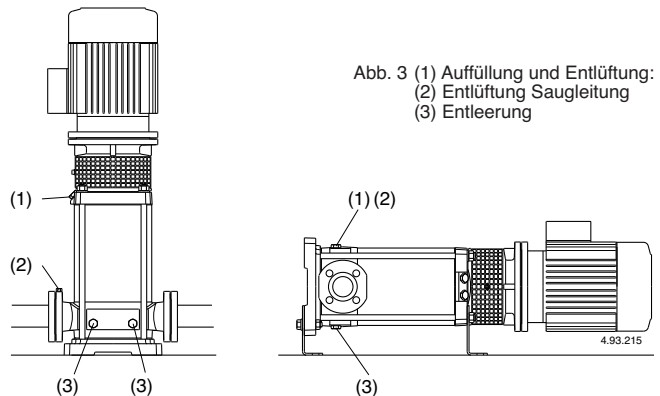

Abb. 3 (1) Auffüllung und Entlüftung;
Bei Installation der **Pumpe über dem Wasserspiegel** (Saugbetrieb, **Abb. 2A**) oder mit zur Öffnung des Rückschlagventils ungenügender Zulaufhöhe (weniger als 1 m) sind Saugleitung und Pumpe durch den Entlüftungsanschluß (1) zu füllen (**Abb. 3**)
(2) Entlüftung Saugleitung
(3) Entleerung
Bei senkrechter Installation ist während der Füllung die Verschlußschraube (2) abzunehmen, um die Saugseite zu entlüften. Nach Austritt der Flüssigkeit ist die Verschlußschraube (2) wieder einzusetzen. Die Füllung ist bis zum Flüssigkeitsaustritt aus Entlüftungsöffnung (1) auf dem oberen Deckel vorzunehmen. Pumpe vollständig entlüften, bevor die Verschlußschrauben (1) eingesetzt werden. Bei horizontaler Installation erfolgt die Füllung und die Entlüftung über die Öffnungen (1) auf dem Pumpengehäuse (14.00). Wenn der **Wasserspiegel auf der Saugseite oberhalb der Pumpe** ist (Zulaufbetrieb, **Abb. 2B**) Absperrschieber in der Zulaufleitung langsam und vollständig öffnen um die Pumpe zu füllen. Dabei Schieber in der Druckleitung und die Entlüftungsöffnungen (1) (2) (**Abb. 3**) öffnen, damit die Luft entweichen kann.
Entlüftungsöffnungen (1) (2) schließen (**Abb. 3**). Die Pumpe mit geschlossenem Druckleitungs-Absperrschieber und mit vollständig geöffnetem Zulauf- bzw. Saugleitungs-Absperrschieber starten. Sofort danach langsam den Druckleitungs-Schieber öffnen und den Betriebspunkt innerhalb der auf dem Typenschild angegebenen Grenzwerte einstellen.
Tritt ein Verlust der Wasserförderung (Unterbrechung des Förderflusses trotz offenen Absperrschiebers) bzw. eine vom Druckmaßgerät angezeigte Druckschwankung auf, ist die Entlüftung der Saugseite (2) zu wiederholen, sind die Anschlüsse der Saugleitung auf Dichtheit zu überprüfen und sind der Entlüftungs- (2) und die Entleerungs-Verschlußschrauben (3) auf der Saugseite anzuziehen (**Abb. 3**).
Die Pumpe sollte wie im Fall von zeitweiser Förderung von verschmutzten Flüssigkeiten im Anschluß kurz mit sauberem Wasser durchgespült werden, um Ablagerungen zu beseitigen. Oder es ist nach der Entleerung eine Wäsche vorzunehmen, indem sauberes Wasser (wenigstens 40 Liter) in die Auffüllöffnung (1) Druckseite gegeben wird und aus der Entleerungsöffnung (3) Saugseite austritt (**Abb. 3**).
Wird die Pumpe nicht eingesetzt, so muß sie bei Frostgefahr vollständig entleert werden. Beide Verschlußschrauben (14.12) abnehmen (Pos. 3, **Abb. 3**).
Vor der Demontage die Absperrorgane in der Zulauf- bzw. Saug- und der Druckleitung schließen und das Pumpengehäuse entleeren (**Abb. 3**).